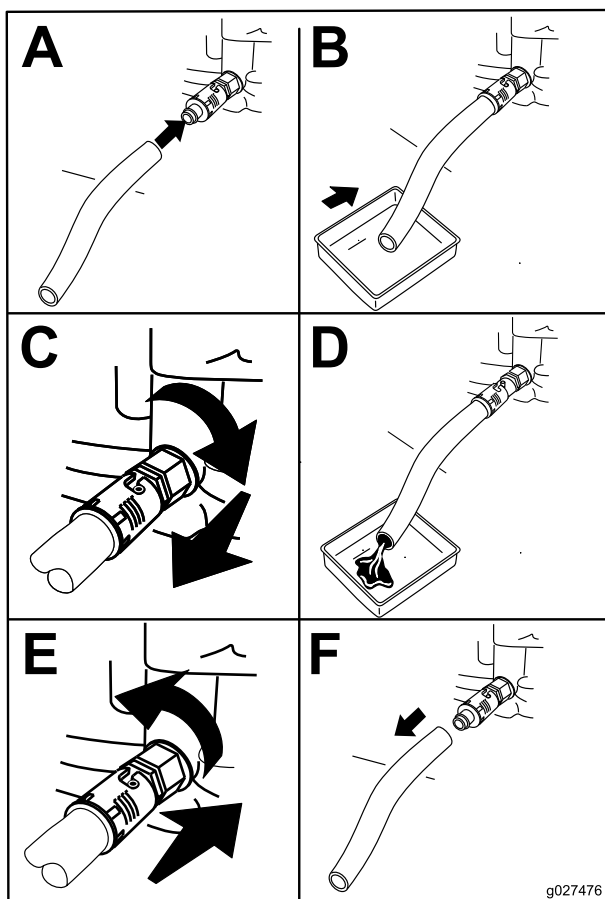

Figure 24
4. Vidangez l'huile moteur (Figure 24).